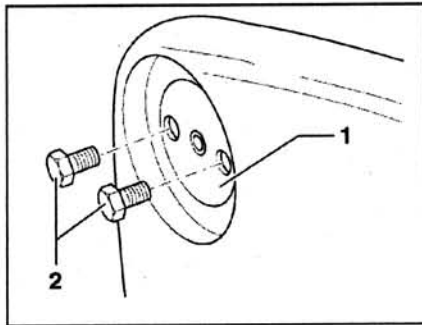

Рис. 7.40. Открутите болты 2 из рычага 1.
7. Открутите болты 2 из рычага 1 (рис. 7.40).